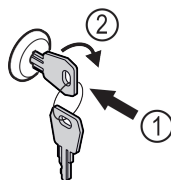

Fig. 207
► Klíč zasuňte dovnitř. Fig. 207 (1)
► Otáčejte klíčem o 90° ve směru hodinových ručiček. Fig. 207 (2)